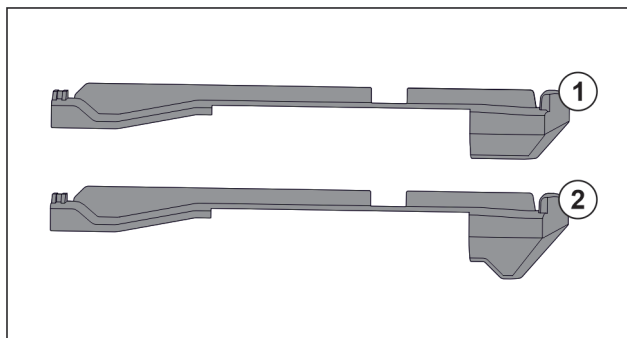

Fig. 124 Porovnání nasazovacích dílů
V přístroji se nacházejí dva různé nasazovací díly. Nasazovací díl nad nejspodnější zásuvkou Fig. 124 (2) má hranu trojúhelníkového tvaru. Všechny ostatní nasazovací díly Fig. 124 (1) mají rovnou hranu.
- ▶ Nasazovací díl Fig. 124 (2) s hranou trojúhelníkového tvaru připevněte nad nejspodnější zásuvkou.
- ▶ Nasazovací díl Fig. 124 (1) s rovnou hranou připevněte na všech ostatních místech.